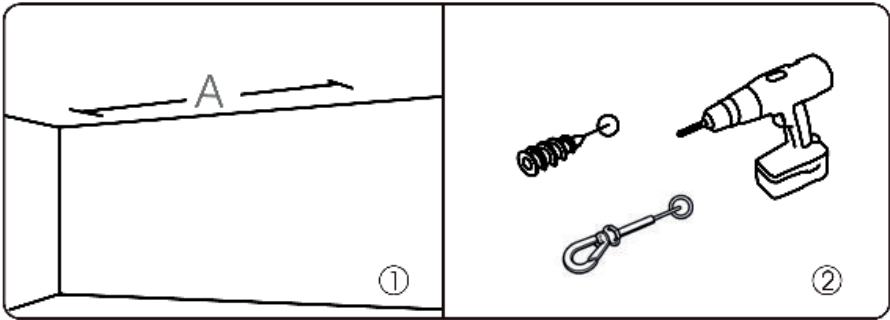

Abbildung 13
1. Besorgen Sie sich für die abgehangene Montage der Leinwand zu Ihrem Deckentragwerk passende schließbare Schraubkarabiner und ggf. Dübel. Bei Unsicherheit lassen Sie sich z.B. im Baumarkt fachmännisch beraten. Bringen Sie die Karabiner an Ihrer Decke fachlich korrekt an und achten darauf, dass die Karabiner parallel zur Wand dahinter installiert werden. (Abb. 13)